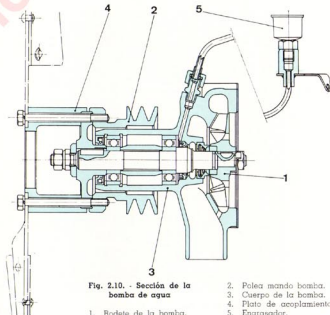

Fig. 2.10. - Sección de la bomba de agua
2.11 BOMBA DE AGUA (fig. 2.10)